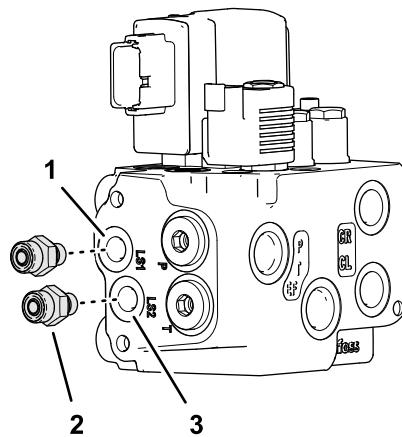

Figura 78
1. Monte 2 uniões hidráulicas retas (-6 x 12mm) na válvula de direção EHI (Figura 78) conforme indicado a seguir: